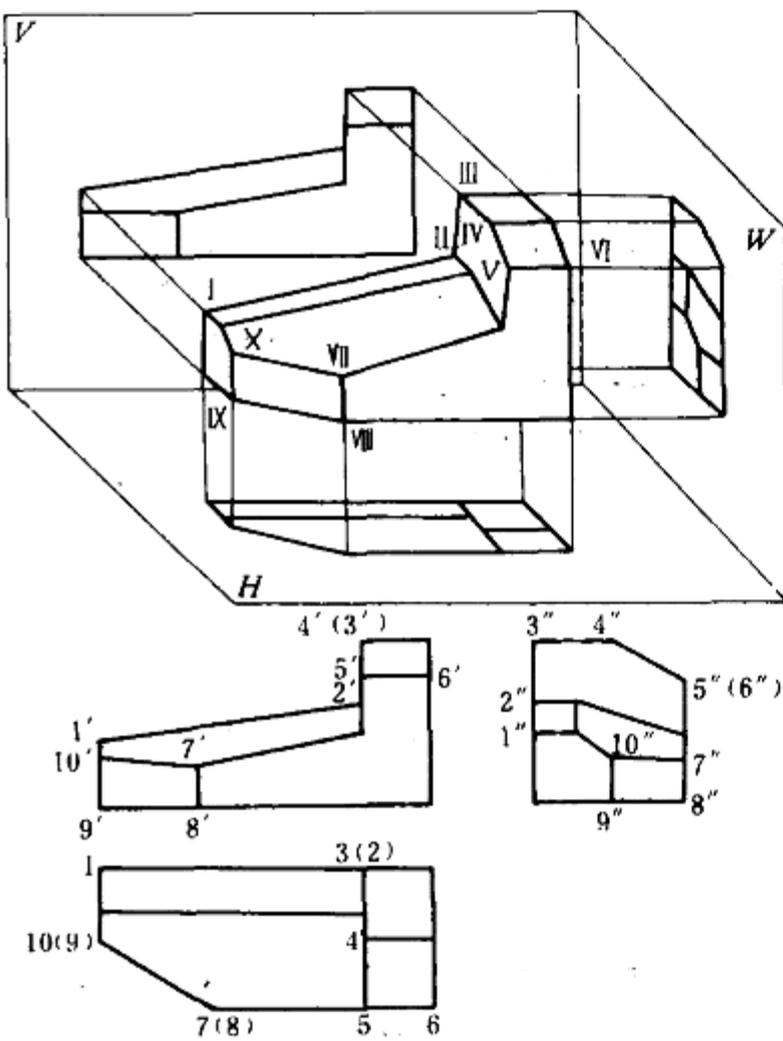
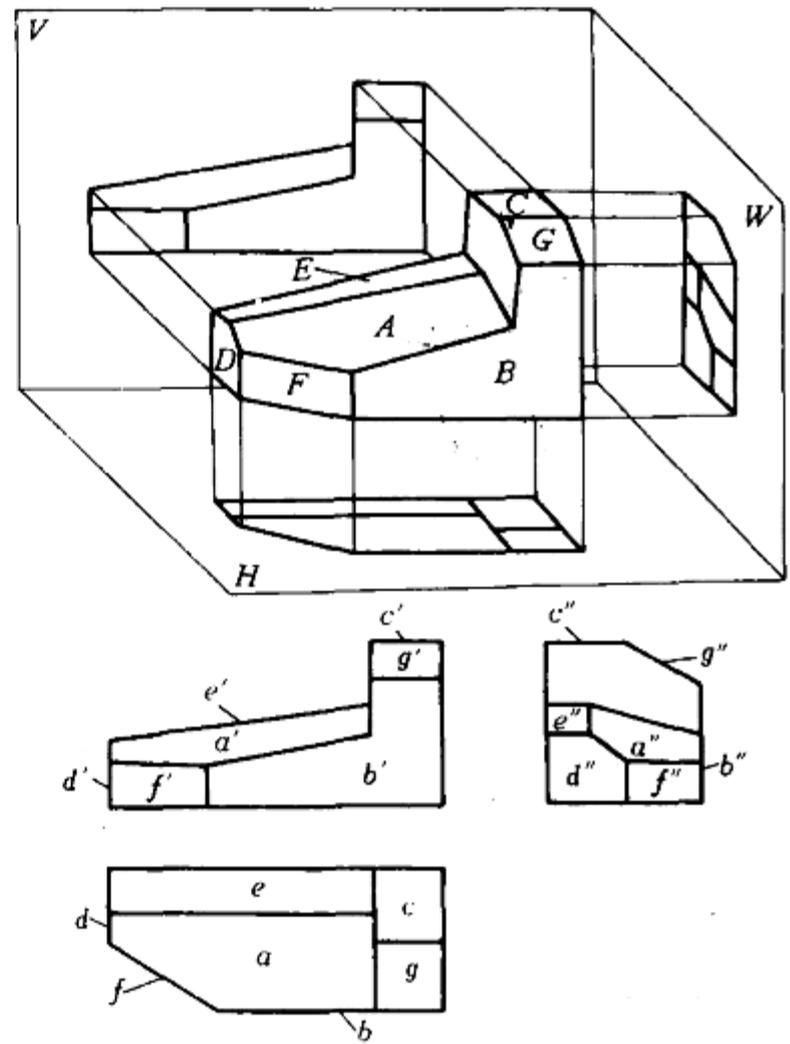

图 1-5 直线在三个投影面中的投影
图 1-6 平面在三个投影面中的投影
1) 直线在三投影面中的投影见图 1-5。
① 一般位置直线 如 $VI-X$ 直线。投影特性是：在三个投影面上的投影均为倾斜的线，且线长小于实长。
② 投影面平行线 分三种：正平线，如 $I-II$ 直线；水平线，如 $VIII-IX$ 直线；侧平线，如 $IV-V$ 直线。投影特性是：在所平行的投影面上的投影是一条斜线，反映实长，其余两个投影是横平线竖直线，且不反映实长。
③ 投影面垂直线 分三种：正垂线，如 $III-IV$ 直线；铅垂线，如 $VI-VII$ 直线；侧垂线，如 $V-VI$ 直线。投影特性是：在所垂直的投影面上的投影积聚成一点，其余两投影是横平线或竖直线且反映实长。
2) 平面在三投影面中的投影见图 1-6。